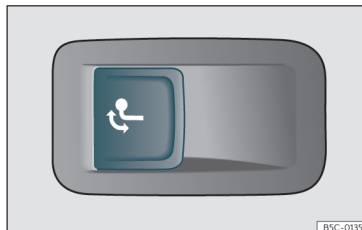

Fig. 198 Sul lato sinistro del bagagliaio: tasto per sbloccare il gancio del rimorchio.
- Premere brevemente il tasto » » » **fig. 198**. Il gancio di traino si sblocca elettricamente e si gira automaticamente verso l'esterno. La spia di controllo del tasto lampeggia.
- Premere brevemente il tasto »» fig. 198. Il gancio di traino si sblocca elettricamente.
- Se la spia di controllo del tasto »» fig. 198 → lampeggia, significa che il gancio di traino non si è fissato correttamente o che è danneggiato »» ⚠.
- Se la spia di controllo »» fig. 198 → rimane accesa con il portellone posteriore aperto, significa che il gancio di traino è fissato correttamente sia quando viene estratto sia quando viene nascosto.
• Non premere mai il tasto »» fig. 198 quando un rimorchio è agganciato o un portapacchi o un altro accessorio è montato sul gancio di traino.